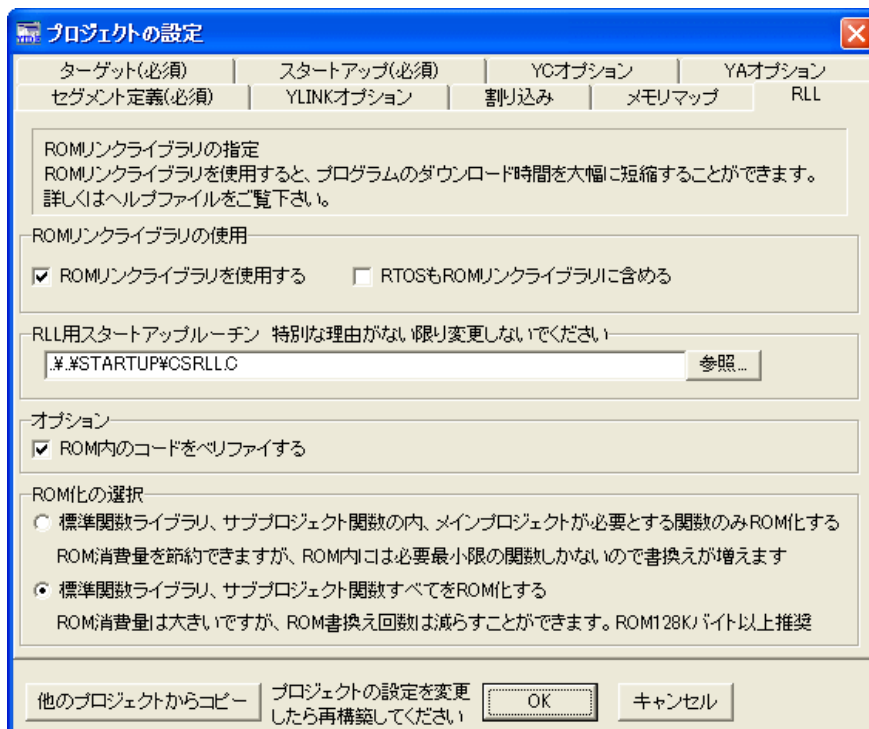

図 34 RLL の設定画面
3. 図 34 のような画面となりますので[ROM リンクライブラリを使用する]にチェックを入れます。念のため他の項目も画面のように設定されているか確認し、[OK]ボタンを押します。